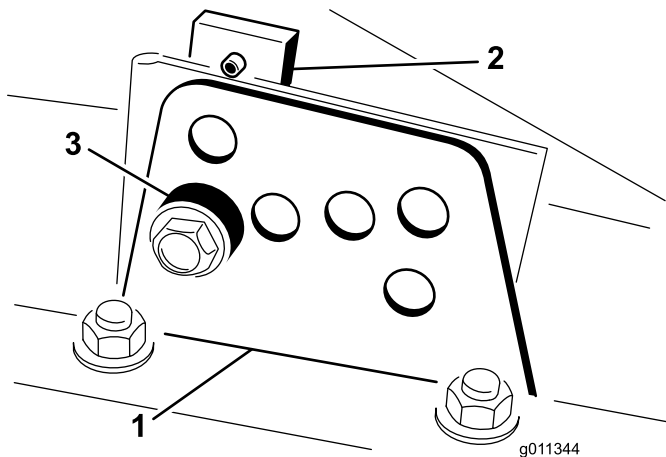

Figura 16
2. Allentate il bullone che fissa ogni staffa dell'altezza di taglio alla relativa piastra (lati anteriore e laterali) (Figura 16).